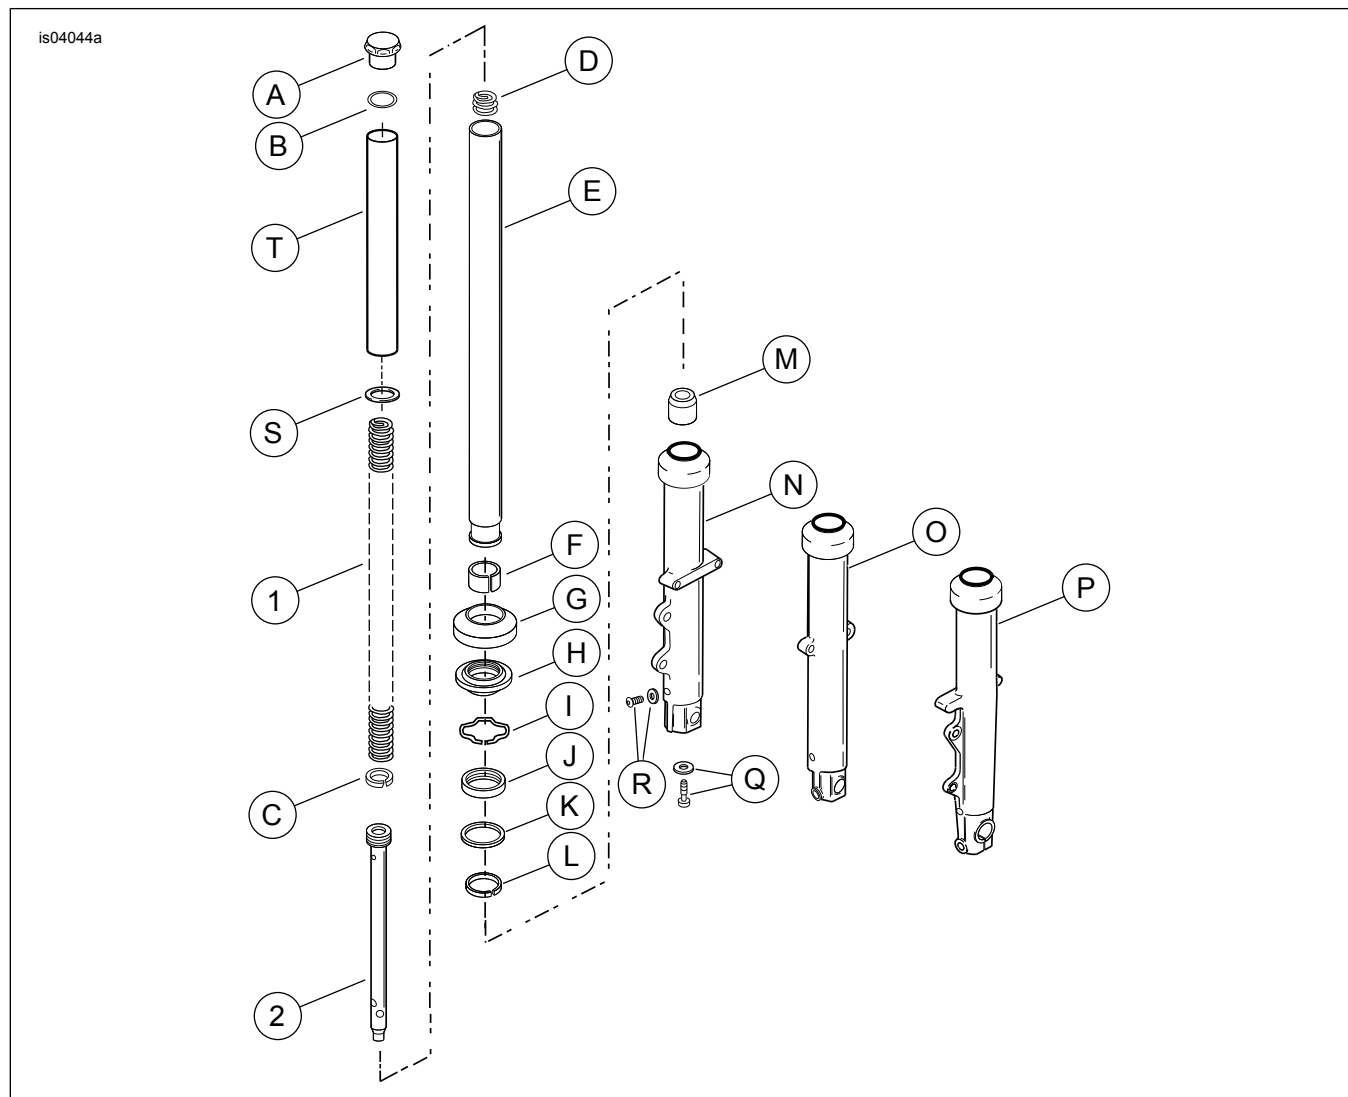

Figura 8. Peças de reposição para o kit de rebaixamento da dianteira XL (45500-09)
Veja a Figura 8 e a Tabela 1.
2. Veja a Figura 8. Coloque um recipiente de drenagem sob o garfo e remova o parafuso de drenagem (R).
4. Veja a Figura 8. Remova a arruela de pressão (S) e anel da mola (T) e guarde para reutilização.
5. Remova a mola do garfo (1) do tubo interno do garfo.
6. Remova a tampa (G) e a vedação contra poeira (H).
7. Comprima o anel retentor interno (I). Remova o anel da ranhura na parte superior do furo do tubo externo.
10. Coloque uma flanela no chão. Gire o conjunto do garfo para cima e pressione a extremidade da mola contra a flanela. Comprima a mola e remova o parafuso de 6 mm e a arruela (Q) da extremidade do tubo externo (N, O ou P). Para melhores resultados, use uma chave de impacto pneumática. Descarte o parafuso de 6 mm e a arruela de compressão de cobre (R).
11. Remova a mola do garfo (1) e o tubo hidráulico (2) do tubo do garfo. Descarte a mola do garfo.
12. Recue o tubo interno (E) do tubo externo (N, O ou P) até que a bucha inferior (F) no tubo interno entre em contato com a bucha superior (L) do tubo externo. Use a bucha inferior em movimento de martelo deslizante para bater levemente e retirar o retentor de óleo o espaçador e a bucha superior do furo do tubo externo.
13. Remova o limitador inferior (M). O batente inferior fica no tubo externo (N, O ou P) ou na extremidade inferior do tubo hidráulico (2).
1. Veja a Figura 8. Instale a nova bucha inferior (F) na ranhura do tubo interno (E). Expanda a bucha somente o suficiente para encaixar sobre o tubo.
2. Coloque a mola de retorno (D) sobre o tubo hidráulico. Verifique se o anel do tubo hidráulico (C) está instalado na ranhura na parte superior do novo tubo hidráulico (2). Insira o tubo hidráulico no tubo interno (E).
3. Coloque a mola (1) dentro do tubo interno (E) com a extremidade densa da mola para baixo. Empurre o tubo hidráulico (2) por dentro da abertura no fundo do tubo usando a mola. Coloque o limitador inferior (M) sobre a ponta do tubo hidráulico.
5. Instale o parafuso e a arruela (Q) na parte inferior do tubo externo (N, O ou P). Movimente o tubo interno por todo o seu percurso dentro do tubo externo diversas vezes para verificar o alinhamento correto dos componentes. Depois, aplique força para baixo na mola e aperte o parafuso. Aperte o parafuso com torque de 15–25 N·m (11–18 ft-lbs).
6. Coloque a bucha superior (L), o espaçador (K) (lado côncavo para baixo), o retentor de óleo (J) (lado com letras para cima) e o INSTALADOR DE RETENTOR E BUCHA DO GARFO (peça N.º HD-36583) sobre o tubo externo.
8. Veja a Figura 8. Instale o anel retentor interno (I) na ranhura no topo do furo do tubo externo.
9. Instale a vedação contra poeira (H) e a tampa (G) na parte superior do tubo externo.
10. Instale o parafuso de drenagem (R) na extremidade inferior do tubo externo. Aperte o parafuso com torque de 8–11 N·m (72–96 in-lbs).
11. Remova a mola principal (1) do tubo interno (E).